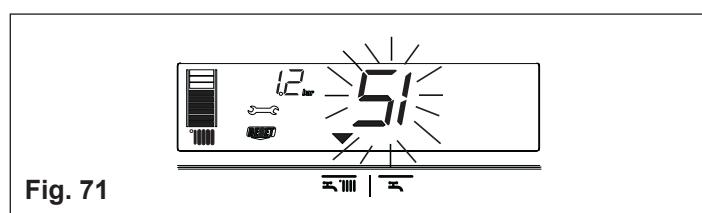

Fig. 71
3) Affichage des icônes et (fig. 71)